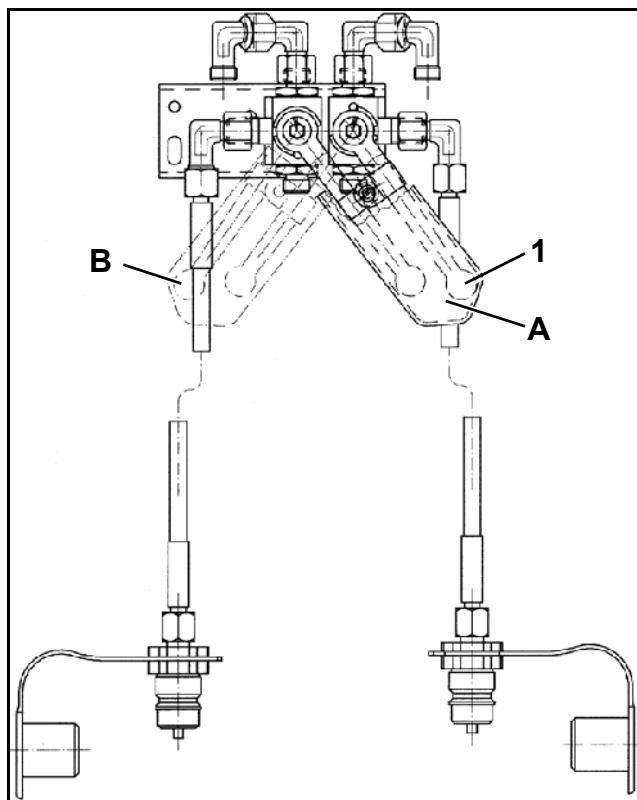

Fig. 8.10
- Pivotez le levier de commande (Fig. 8.10/1) sur la position "A" et dépliez le bras latéral droit en actionnant le distributeur du tracteur.
- Pivotez le levier de commande (Fig. 8.10/1) sur la position "B". Actionnez le distributeur du tracteur et repliez le bras latéral gauche.
- Pivotez le levier de commande (Fig. 8.10/1) sur la position "A". Actionnez le distributeur du tracteur et repliez le bras latéral droit.